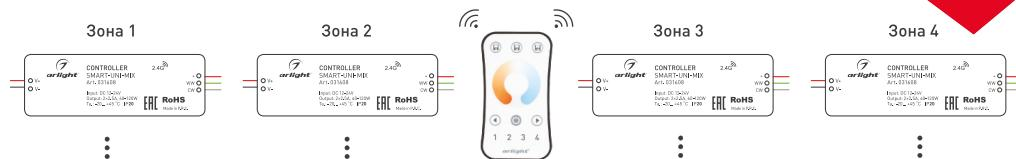

Рисунок 3. Вариант построения системы с 4-зонным пультом дистанционного управления
3.8. При использовании многозонных пультов ДУ или панелей можно построить разветвленную систему управления (рисунок 3).